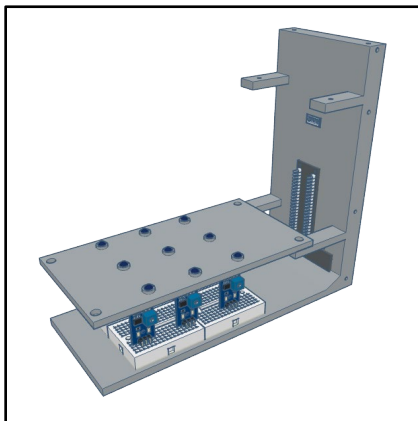

图 16：组装过程示意图，包括 P1 和 P2、光电二极管和 GPIO 接口板
- c. 将 P2 组件安装至光电二极管顶部。小心地将 9 根光电二极管一一装入 P2 的孔中。然后用 2 根 6 毫米的 M3 螺钉将其固定（参见图 16）。*请注意：请勿完全拧紧；P2 应朝向凸起的 LED 导轨（即每个 LED 孔位处的凸起）朝上。